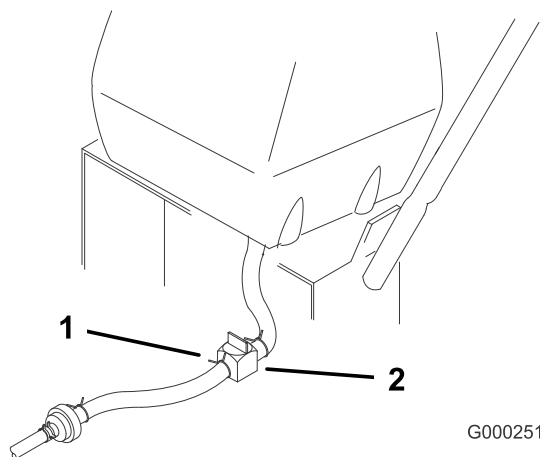

Figure 31
3. Fermez le robinet d'arrivée de carburant sur le réservoir de carburant (Figure 31).
4. Pincez les extrémités du collier de fixation et poussez le collier en haut de la conduite d'alimentation, à l'opposé du filtre à carburant (Figure 31).
5. Débranchez la conduite d'alimentation du filtre à carburant (Figure 31).
3. Fermez le robinet d'arrivée de carburant sur le réservoir (Figure 31).
7. Ouvrez le robinet d'arrivée d'essence sur le réservoir (Figure 31).